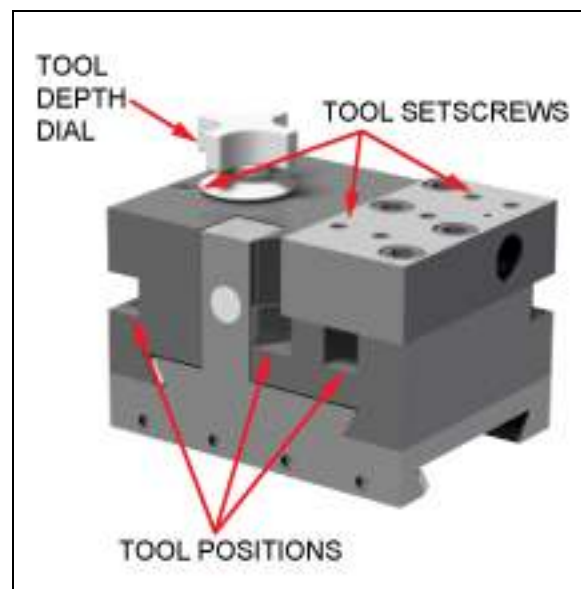

РИСУНОК 10. ДЕТАЛИРОВОЧНЫЙ ЧЕРТЕЖ ГОЛОВКИ ИНСТРУМЕНТА
1. Задвиньте инструмент в одно из трех положений, как показано на рис. 10.